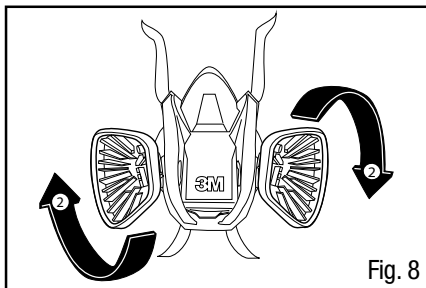

Fig. 8
2. Faire tourner l'adaptateur de un quart de tour dans le sens des aiguilles d'une montre jusqu'à ce qu'il s'arrête. Pour retirer l'adaptateur, le tourner de un quart de tour dans le sens contraire des aiguilles d'une montre (Fig. 8).